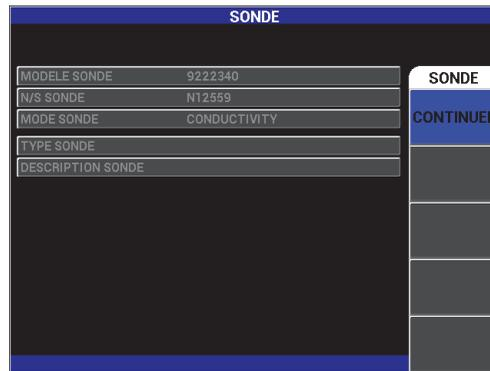

Figure 5-48 Accès à la fonction de conductivité
1. Connectez le câble de la sonde de conductivité au connecteur de sonde (PROBE) de l'appareil pour accéder à la fonction de conductivité (voir la Figure 5-48 à la page 174).